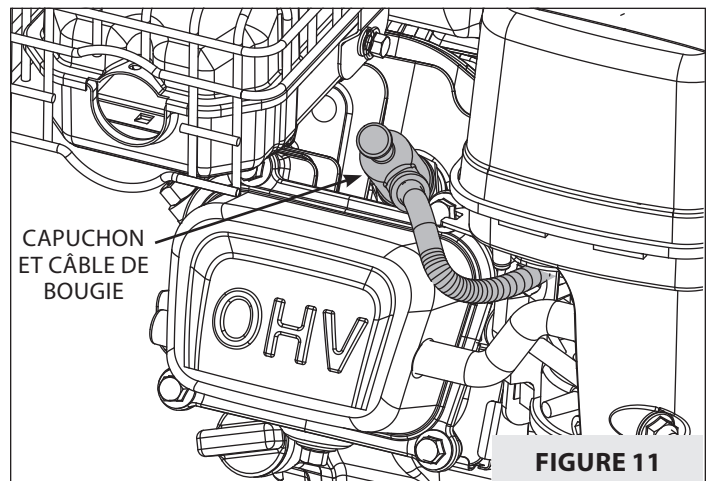

FIGURE 11
1. Débrancher le câble/capuchon de bougie et l'écarter de la bougie. **VOIR FIGURE 11.**
2. Débrancher le capuchon de bougie et nettoyer tous débris autour de la bougie. **VOIR FIGURE 11.**